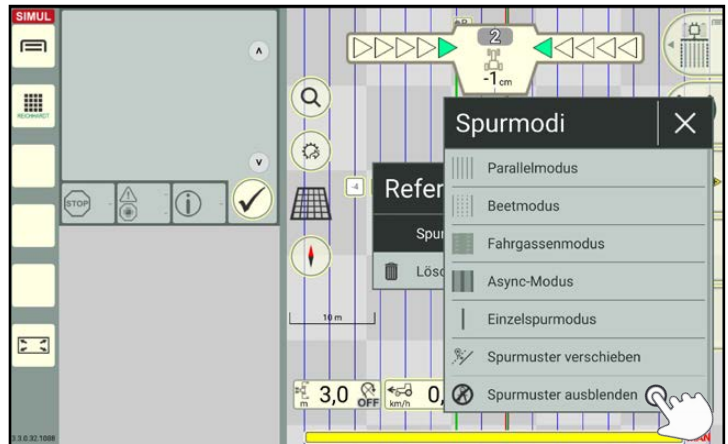

Abb. 170: „Spurmuster ausblenden“ antippen
3. Tippen Sie auf „Spurmuster ausblenden“ (siehe Abb. 170).